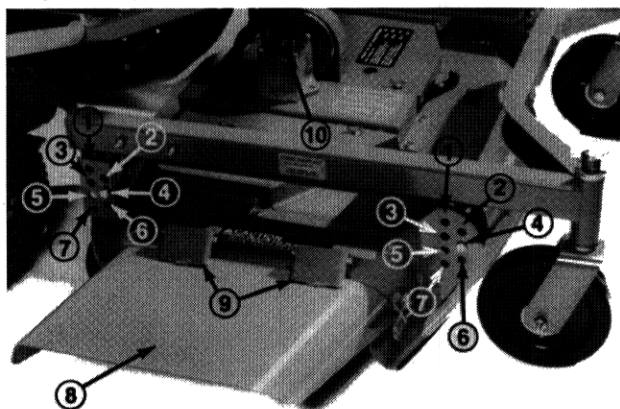

Fig 1
L'altezza di taglio può essere regolata da 25 a 102 mm a scatti di 13 mm rilocando quattro perni con testa in fori diversi nelle staffe situate agli angoli dell'apparato di taglio (Fig. 1).
Il deflettore dell'erba (Fig. 1) è un dispositivo di sicurezza che devia erba ed altri corpi estranei scaricati verso il basso. Se il deflettore non fosse montato sull'apparato di taglio o in assenza delle cerniere a molla che lo tengono in posizione abbassata, le lame potrebbero espellere erba e corpi estranei fuori dell'apertura di scarico con una forza tale da causare infortuni a persone o danni ad oggetti. Se il deflettore o le cerniere sono consumati, provvedere alla riparazione od alla sostituzione della parte o parti interessate. Non utilizzare l'apparato di taglio senza il deflettore. Verificare sempre che lo scivolo del deflettore si trovi nella posizione più bassa possibile.
2. Ogni 50 ore di funzionamento abbassare l'apparato di taglio in modo che le ruote orientabili si trovino su un piano orizzontale. Verificare che i perni dell'altezza di taglio siano tutti in fori identici. Pulire l'area attorno al coperchio della scatola del cambio (Fig. 1) per impedire la penetrazione di materie contaminanti. Rimuovere le viti che fissano il coperchio alla scatola del cambio e togliere il coperchio. Verificare il livello del lubrificante nella scatola del cambio; se è basso, rabboccare con olio peso SAE E.P. 90 fin quando il livello non raggiunge l'albero orizzontale (di immissione) della scatola del cambio. Controllare le condizioni della guarnizione e sostituirla se è danneggiata o consumata.